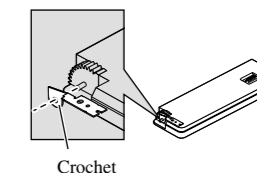

Fig. 10
**1. Attachez les crochets des deux côtés de la face avant. (Fig. 10)**